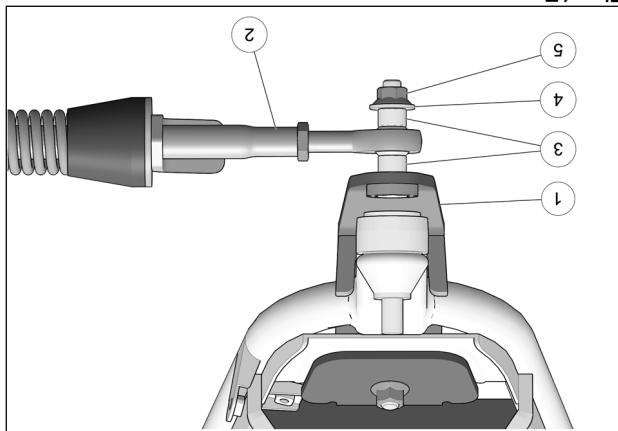

Fig. 17
8. Fixer le bras stabilisateur (2) au boulon déjà installé sur l'ancrage de suspension (1) à l'aide des deux espaces (3), de la rondelle (4) et de l'écrou autobloquant (5). Serrer à un couple de 70 N•m [52 lb•pi]. Voir la Fig. 17